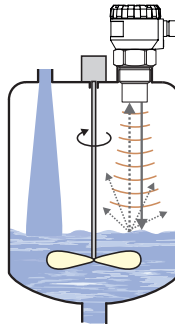

Abb. 10: Leicht unruhige Oberfläche
- Bei **leicht unruhiger** oder **welliger Oberfläche** (durch Rührwerk, Zufluss der Flüssigkeit) kann das Signal verteilt und abgeschwächt werden. Mögliche Folge ist die Verkürzung des Messbereichs, ggf. unzuverlässige Funktion des Füllstandsmessers (Abb. 10).